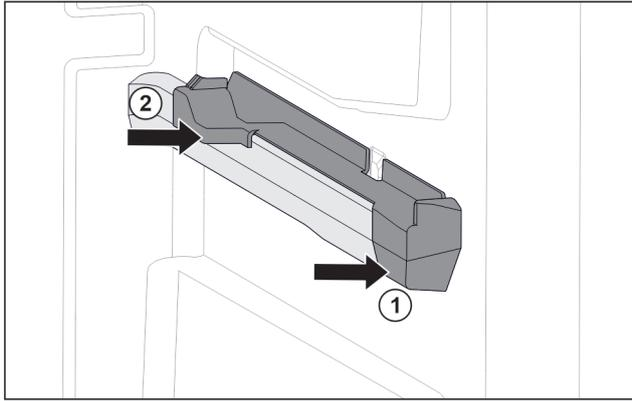

Fig. 32 Aufsichtsteil auf der rechten Behälterrippe
- ▶ Aufsichtsteil vorne an Behälterrippe ansetzen. Fig. 32 (1)
- ▶ Aufsichtsteil hinten andrücken. Fig. 32 (2)